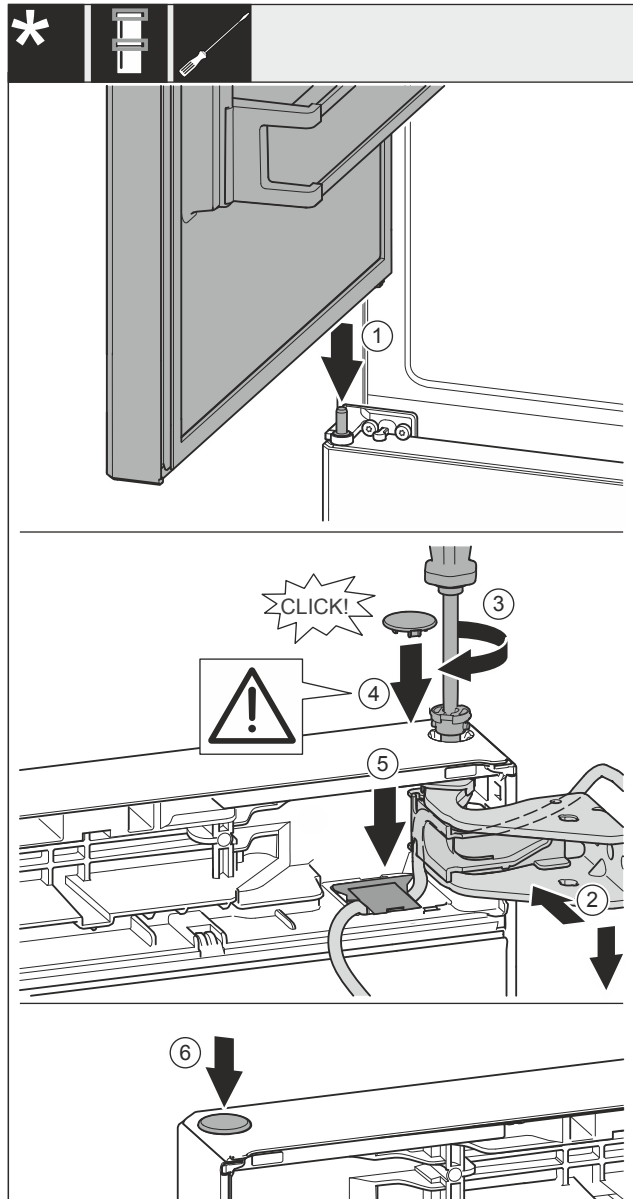

Fig. 60
- Установите верхнюю дверь на средний опорный палец Fig. 60 (1).
- Выровняйте дверь вверху по отверстию в опорном кронштейне Fig. 60 (2).
- Вставьте палец Fig. 60 (3) и затяните отверткой.
- Установите крышку Fig. 60 (4).
- Проследите за тем, чтобы крышка Fig. 60 (4) прилегала к дверям.
- Установите крышку Fig. 60 (5) и прижмите вниз до момента фиксации.
- Установите крышку Fig. 60 (6).